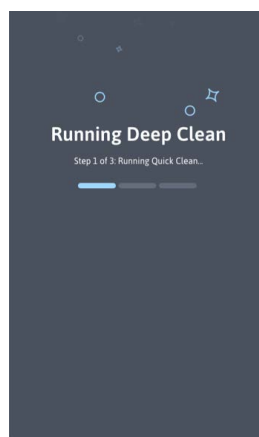

Рисунок 40
3. Анализатор выполнит 2 цикла очистки, затем автоматически выполнит глубокую очистку (3 минуты) и в завершение автоматически выполнит еще два дополнительных цикла очистки (Рис. 40). В течение 3 минут глубокой очистки, пока в жидкостной системе будет действовать раствор гипохлорита, будет казаться, что прибор не работает.